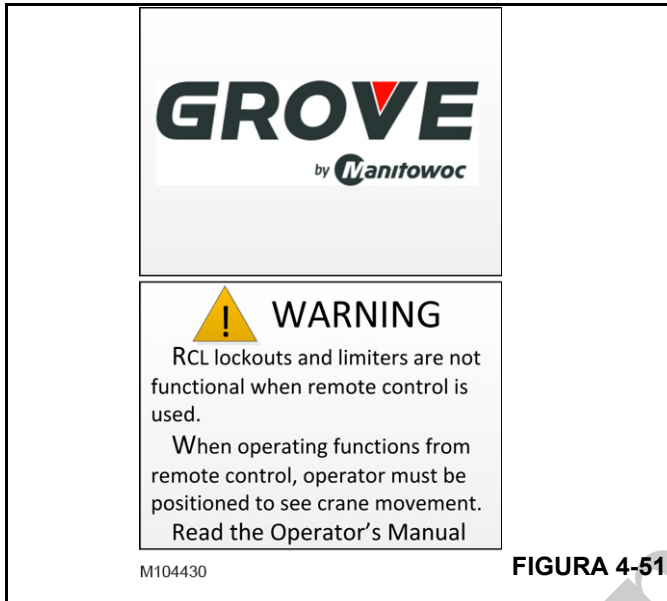

FIGURA 4-51
9. La pantalla de presentación se muestra durante algunos segundos, seguida por la pantalla de ADVERTENCIA (Figura 4-51).